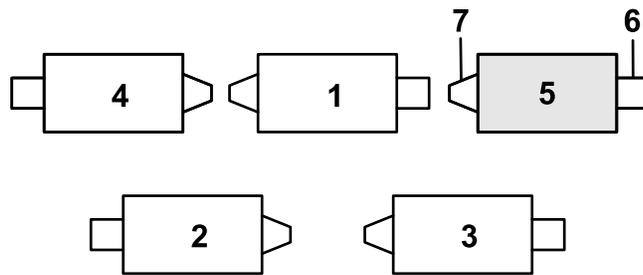

Рисунок 12
1. Если в заднем отверстии штока пружины компенсации установлен игольчатый шплинт, извлеките его и вставьте в отверстие рядом с кронштейном (Рисунок 12).